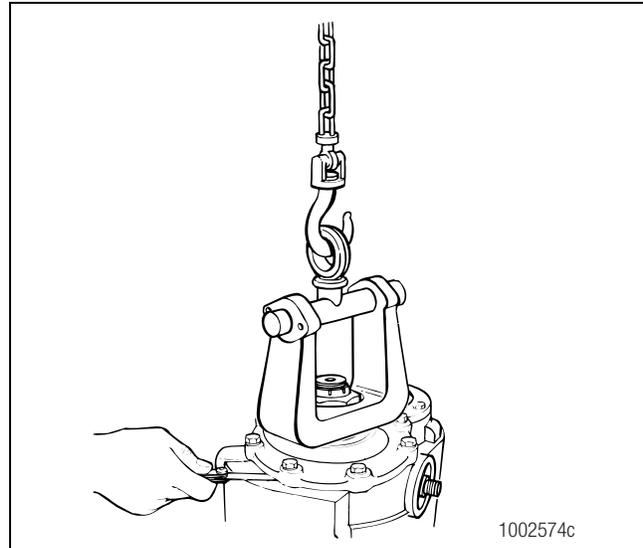

Figura 5.82
2. Use una galga para medir la brecha entre la jaula del cojinete de entrada y el portadiferencial. Verifique la brecha en cuatro lugares equidistantes de la jaula. Figura 5.82.